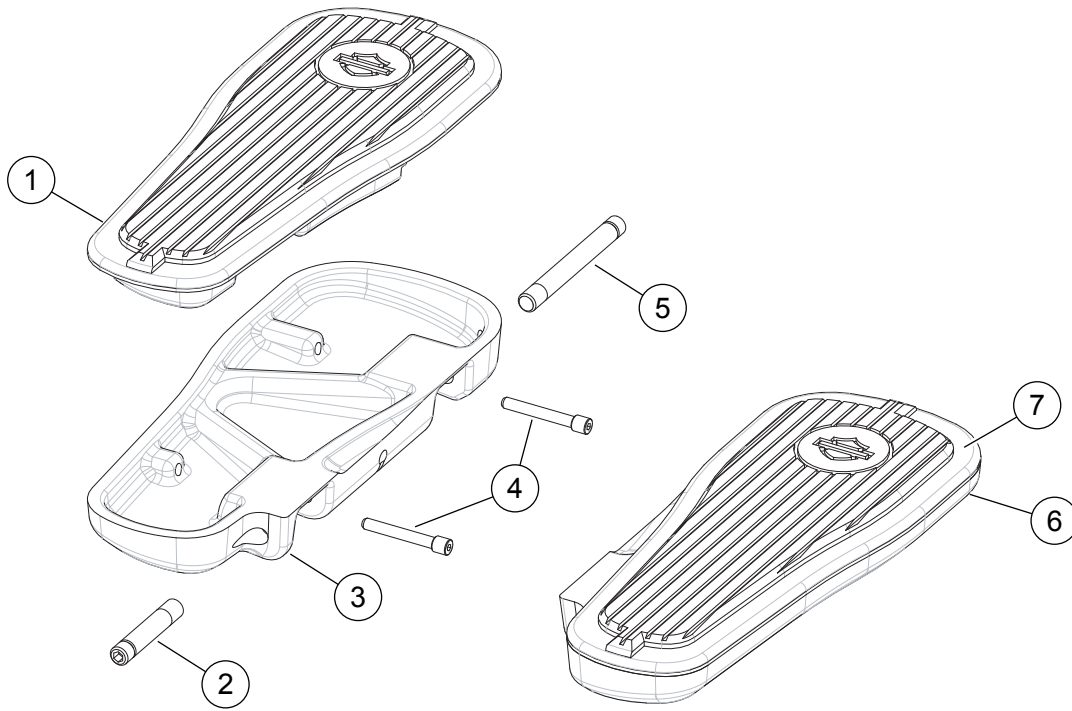

Figura 2. Piezas de servicio: Kit de placas apoyapiés del pasajero
Consulte Figura 2 para conocer el contenido del kit.
2. Ver Figura 2. Coloque la almohadilla de la placa apoyapiés (1) en el apoyapiés (3) y enrosque los pasadores de montaje del inserto (4).